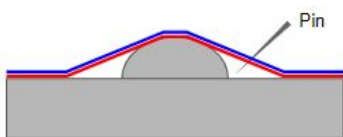

Abbildung 11
- 2) Beseitigen Sie die Blasen rund um die Niete, ohne die Folie aus der Form zu bringen. Stechen sie ein Loch in das Vinyl, das die Niete umgibt, und drücken Sie jegliche zwischen Folie und Niete eingeschlossene Luft mit der Fingerspitze heraus. *Abbildung 11*